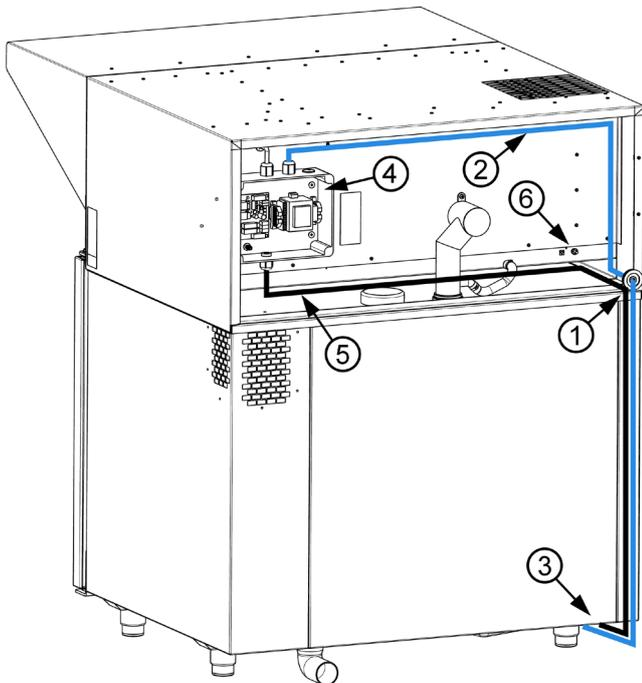

Abbildung 6: Rückseite der Haube - Typ 0610
Auf der Rückseite der Haube befindet sich eine M6-Schraube (6) für den Potentialausgleich, siehe Abb. 6. Verbinden Sie diese mit der Potentialausgleichsleitung.
Auf der Rückseite der Haube befindet sich ein Kunststoffverteiler (4) mit einem UTP-Steuerkabel (2) mit Steckverbinder RJ-45 (siehe Abb. 6).
Schneiden Sie eine kreuzförmige Öffnung in die Gummitülle (1) an der Kante der Haube. Verlegen Sie das UTP-Kabel (2) durch die Öffnung und führen Sie dieses in Richtung der hinteren linken Ecke des Gerätesockels (3) (siehe Abb.6)
Auf der Rückseite der Haube (siehe Abb.6) befindet sich ein Kunststoffverteiler (4), aus dem 3 x 1,5 mm2 Netzkabel (5) mit losen Leitungen hervorgeht. Führen Sie dieses Kabel auf die gleiche Weise wie das UTP-Kabel durch die Gummitülle.